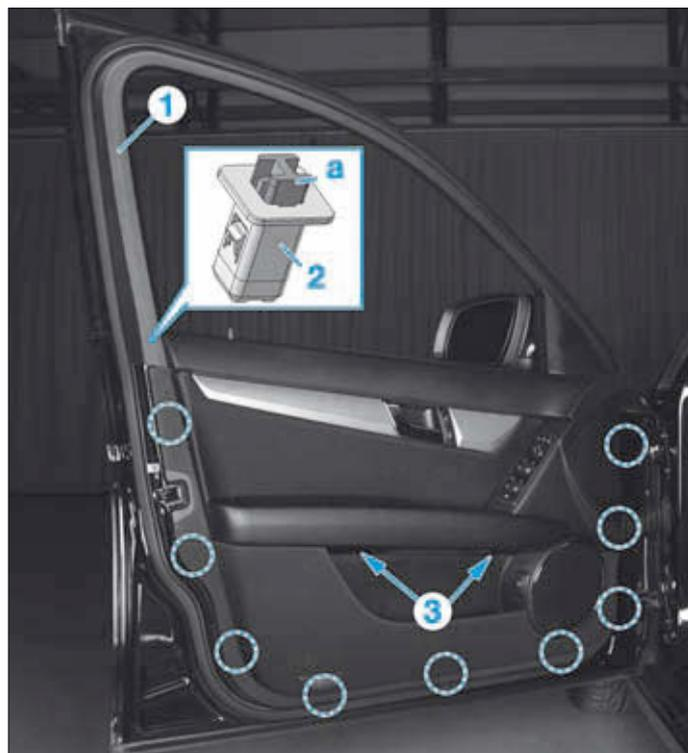

FIG. 35
- Dégrafer partiellement la garniture de montant arrière de vitre (1) jusqu'à accéder à l'agrafe (2) (Fig.35).
- Déposer l'agrafe (2) ; pour cela :
- Déposer les vis (3) (Torx T30).